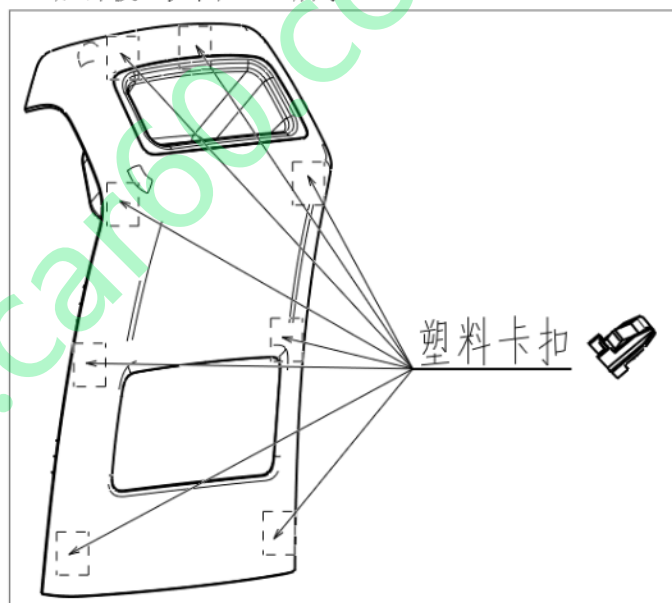

图 1.6.7 后饰板的拆卸
- (1) 后饰板的拆卸：用一只手把住后饰板的下边沿，从下往上用力把全部卡脚从安装孔中全部脱离，取出后饰板。如图 1.6.7 所示：